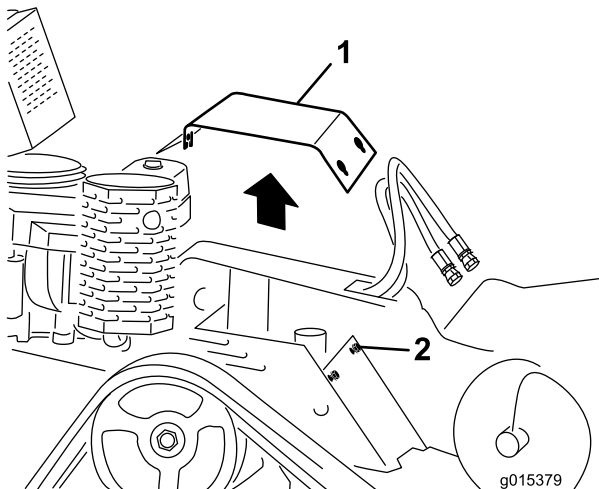

Figure 25
3. Desserrez les trois boulons qui fixent la plaque de protection au châssis l'un après l'autre jusqu'à ce que la plaque se détache (Figure 25).
2. Glissez la plaque de protection en place et fixez-la avec les trois boulons retirés précédemment (Figure 25).